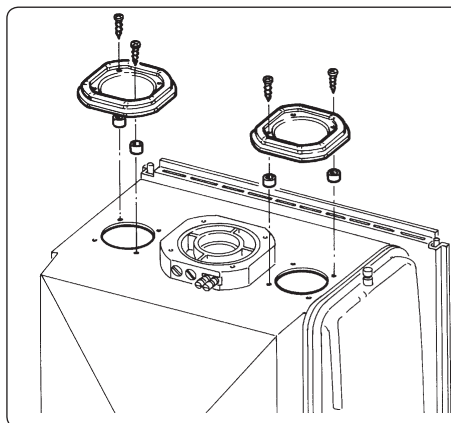

Fig. 1-5
In questa configurazione occorre utilizzare gli appositi distanzieri (forniti di serie con la caldaia) da apporre sotto i tappi laterali della camera stagna (Fig. 1-5).
- Kit separatore Ø 80/80. Questo kit consente l'aspirazione dell'aria all'esterno dell'abitazione e lo scarico dei fumi in canna fumaria. Il condotto centrale serve per lo scarico dei prodotti della combustione in canna fumaria, mentre il condotto a fianco di quello centrale serve per l'aspirazione dell'aria all'esterno dell'abitazione, esso può essere installato indifferente a destra o a sinistra rispetto al condotto centrale di scarico. Entrambi i condotti possono essere orientati in qualsiasi direzione (Fig. 1-5 ÷ 1-17).